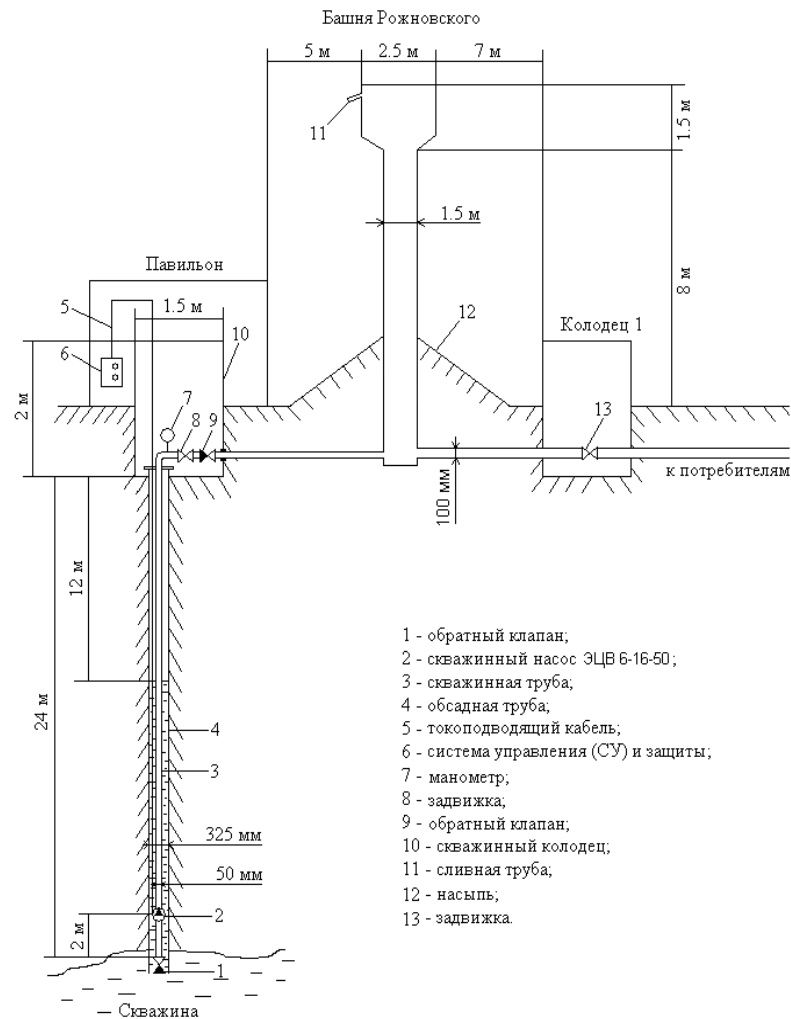

Рисунок 1.2 – Гидравлическая схема насосной установки
- К исходным данным относится гидравлическая схема насосной установки (рис. 1.2).